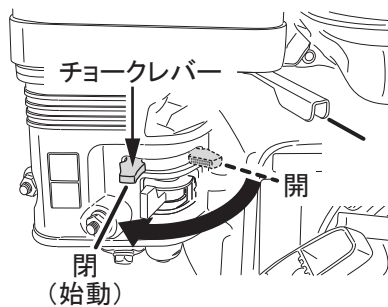

図 4
2. エンジンが冷えている時や始動しにくい場合はのチョークレバーを閉じてください。必要以上にチョークレバーを全閉のままにしておきますと燃料の吸い込み過ぎとなります。(図4)